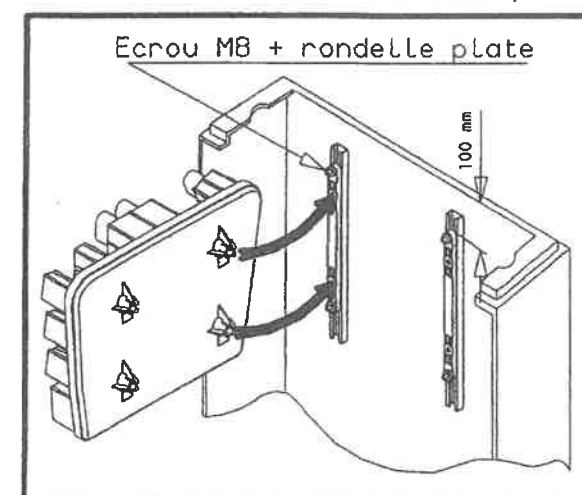

Figure 1
- . Faire glisser l'ensemble pour le positionner à 100 mm du dessus du socle (voir fig. 1)